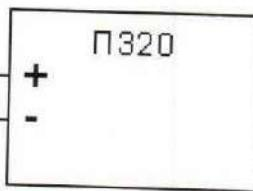

Рисунок 65 – Схема подключения входных каналов для постоянного тока
1) Проверку проводить для всех типов ТС, на каналах, подключаемых (в зависимости от использования при эксплуатации) по одной из схем включения – 3-х проводной (см. рисунок 65) или 4-х проводной (см. рисунок 66), при этом настройка должна выполняться для соответствующей схемы включения.